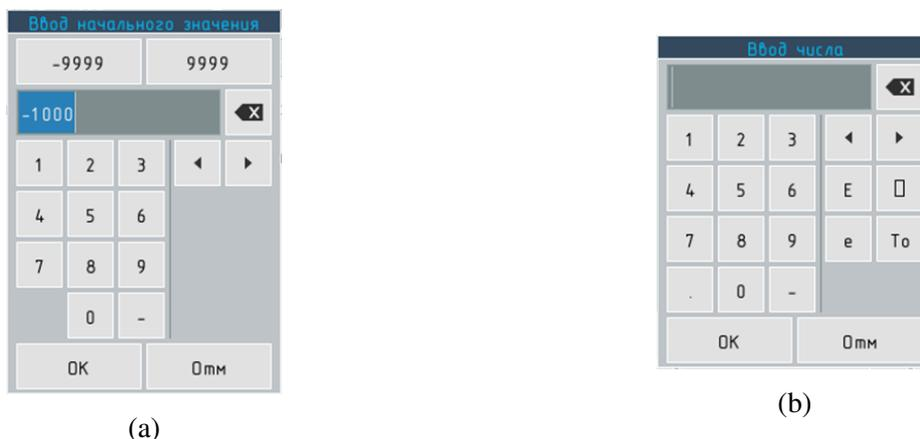

Рисунок 3.3 – окно ввода чисел
- ▶ если диапазон значений ограничен, то начальное и конечное значения выводятся над областью ввода значений в виде кнопок, нажав которые можно быстро передать области ввода соответствующие значения (см. рисунок 3.3а);